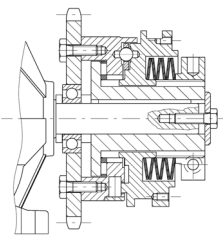
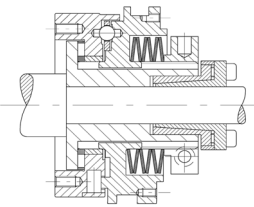

FIG. 4
FIG. 5
- Sprzęgło standardowo mocuje się osiowo za pomocą śruby i podkładki (FIG.4). Na życzenie można dostarczyć zespół blokujący (FIG. 5) lub element blokujący (FIG. 6).
- The device can be fixed axially with a screw and washer (FIG.4). In addition to this std. fixing system can also be used, on request, a locking assembly (FIG.5) or locking element (FIG.6).